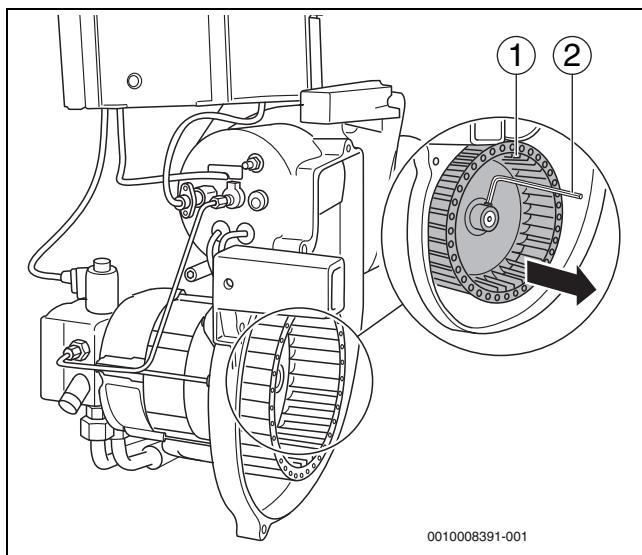

Bild 32 Gebläserad prüfen, gegebenenfalls reinigen
- Gebläserad (→ Bild 32, [1]) mit einem Innensechskantschlüssel (→ Bild 32, [2]) lösen und von der Welle ziehen.
- Gebläserad (→ Bild 32, [1]) wieder montieren.